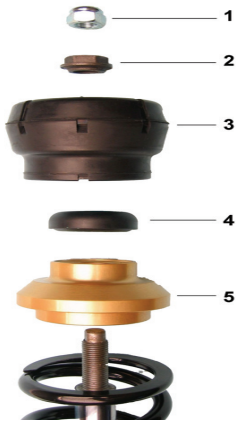

Fig. 5
- **Fig. 5** Original-Federbeinkugellager (4) und -Stützlager (3) aufstecken und mit der Originalkolbenstangenmutter (2) festschrauben (60 Nm).
- **Fig. 5** Position the original suspension strut ball bearing (4) and support bearing (3), and screw on using the original piston rod nut (2) (60 Nm).
- **Fig. 5** Insérer le roulement à billes (4) et le palier de soutien (3) de la jambe élastique d'origine et les visser solidement (60 Nm) avec l'écrou de la tige de piston d'origine (2).
- **Fig. 5** Insertar los rodamientos de bolas originales del amortiguador (4) y los cojinetes de apoyo (3) y fijarlos (60 Nm) con la tuerca original del vástago del pistón (2).
- **Fig. 5** Introducir el amortiguador en el rodamiento de fijación a la carrocería y apretar (60 Nm + 90°) la nueva tuerca superior de fijación (1) incluida en el suministro.
- **Fig. 5** Federbein im Domlager einführen und mit mitgelieferter neuer oberer Befestigungsmutter (1) festschrauben (60 Nm + 90°).
- **Fig. 5** Insert the suspension strut in the dome bearing and screw on with the new upper fastening nut (1) (60 Nm + 90°).
- **Fig.5** Insérer la jambe élastique dans le palier du dôme d'amortisseur et la visser solidement avec le nouvel écrou de fixation supérieur (1) (60 Nm + 90°) joint à la commande.